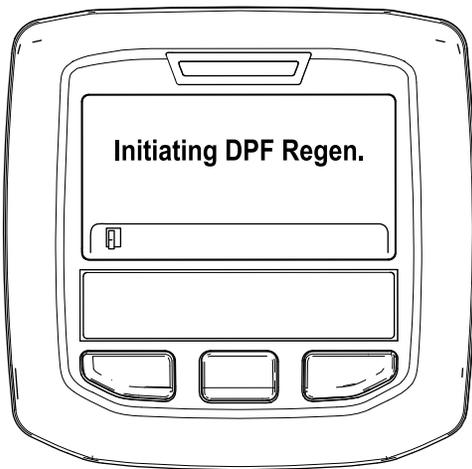

Рисунок 54
- A. Появится сообщение «Initiating DPF Regen.» («Начало регенерации DPF») (Рисунок 54).